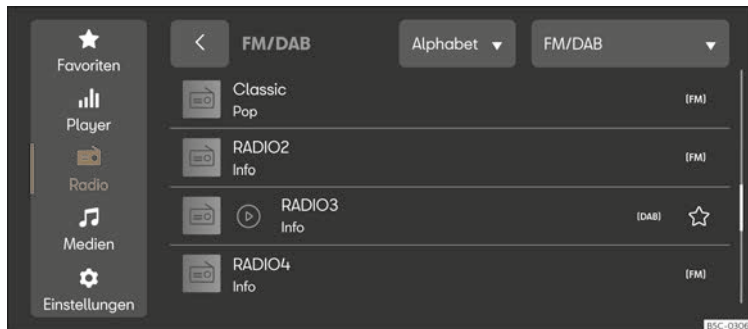

Abb. 181 Schematische Darstellung: Ansicht Radio.
- Drücken Sie **MENÜ** > > > > (Abb. 181).